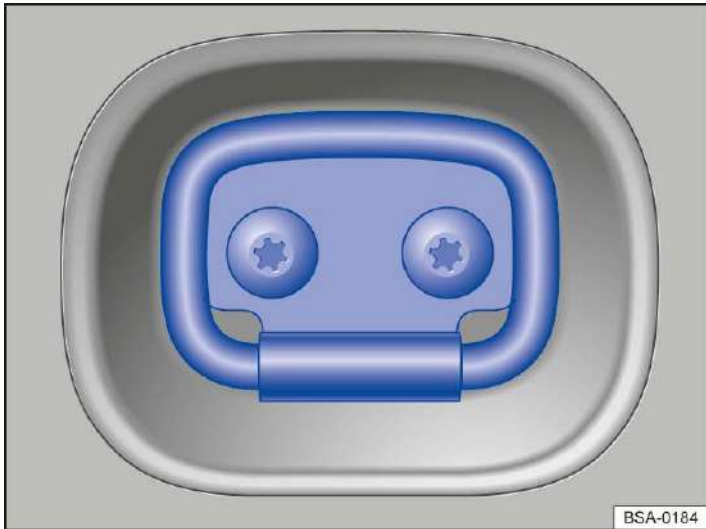

Abb. 1 Im Laderaum: Verzurrösen.
Im Laderaum befinden sich Verzurrösen → Abb. 1 zum Befestigen von losen Gegenständen und Ladung mithilfe von Verzurrleinen, Fixier- oder Spannbändern.
1. Verzurrösen hochklappen → Abb. 1.